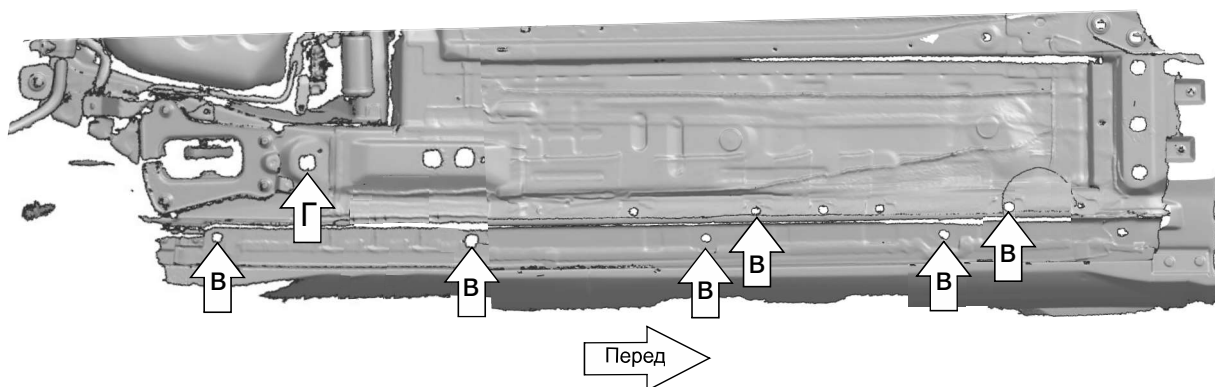

Рис. 3
2. Установить гайки закладные M8 с усиками в отверстия В и гайку закладную M10 в отверстие Г (Рис. 3).